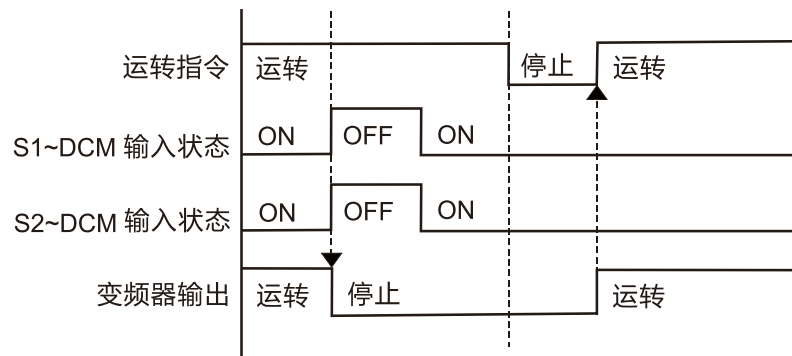

图 15-7
当 S1~DCM 及 S2~DCM 在运转时 OFF (要求有安全功能), 变频器停止输出, 而当 S1 / S2 状态回复 (ON) 后, STO 自动警报自动清除, 待再次下达运转命令时, 变频器即可输出, 如下图 15-7。